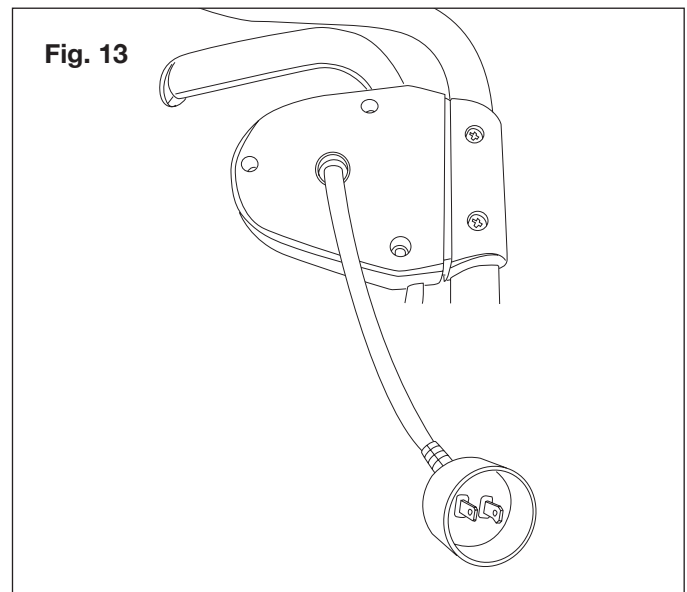

Fig. 13
4. Note que el quitanieve tiene un conector macho polarizado, es decir que una pata en el conector es ligeramente más larga y ancha que la otra (Fig. 13). El extremo hembra del cordón de extensión debe estar, del mismo modo, polarizado de tal manera que el cordón de extensión encaje perfectamente en el conector del artefacto.